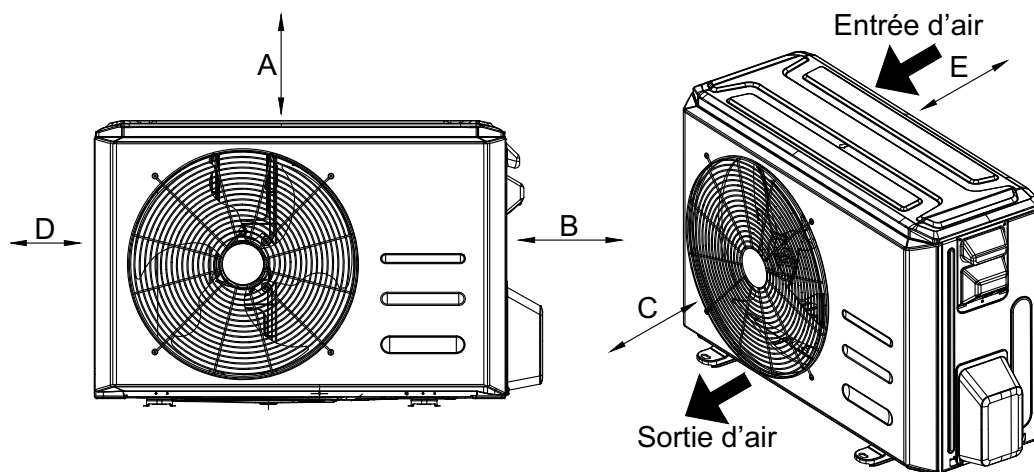

Fig. 7 – Dégagements
- Emplacement qui fournit les dégagements appropriés (voir la figure 7).
- Laissez suffisamment d'espace pour permettre la circulation d'air et l'entretien de l'appareil. Consultez la figure 7 pour connaître les distances minimales requises entre l'appareil ou les murs.